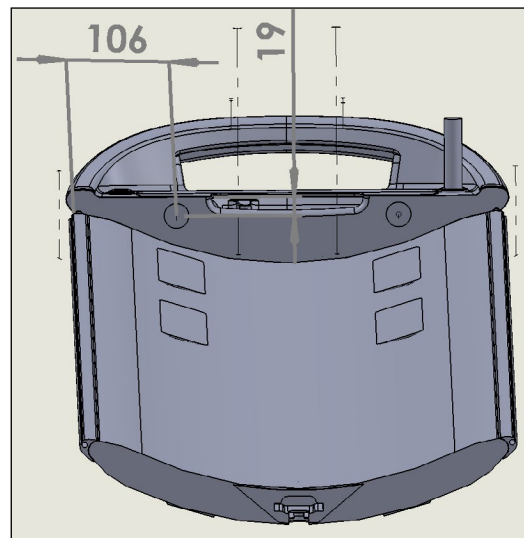

图 46
1. 安装 P/N 3002136。如图所示, 在后盖上做一个铅笔标记, 从上边缘向下 19 mm, 并距离左边缘 106 mm。做另一个标记, 从上边缘向下 19 mm, 并距离右边缘 106 mm。从粘合剂上取下背衬, 粘贴在标记上方中心的后盖上 (图 46)。